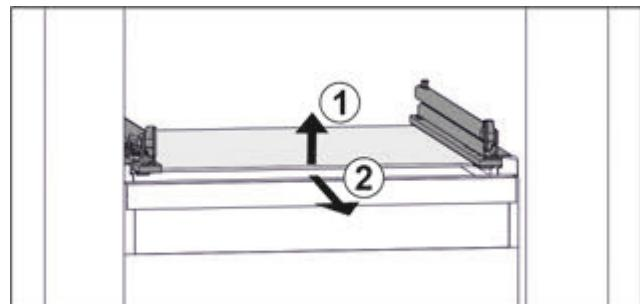

Fig. 98 Приближене відображення скляної пластини
- Підняти скляну пластину спереду. Fig. 98 (1)
► Вийняти скляну пластину рухом вперед. Fig. 98 (2)